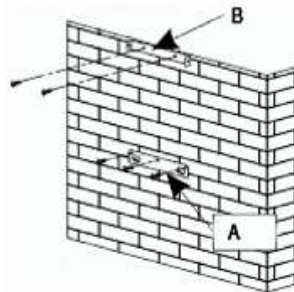

Abb. 1
(Abb. 1)
– Zeichnen Sie auf die Mauer die 3 Bohrörter auf, die Sie benötigen und benutzen Sie dafür die mitgelieferten Halter der Dunstabzugshaube und beachten Sie dabei den empfohlenen Abstand (Teil A der Abb. 1).
– Schrauben Sie den Halter für die Befestigung der Dunstabzugshaube fest und garantieren Sie, dass er vollständig im Wasser ist (Teil A der Abb. 1).
- Berechnen Sie die Endhöhe für den U-Halter der Rohrabdeckung (Teil B Abb. 1)
- Bohren Sie die beiden Löcher mit 8 mm und schrauben Sie den Halteflansch der Rohrabdeckung an und achten Sie dabei, dass die Achse zur Dunstabzugshaube korrekt ist (Teil B Abb.1)